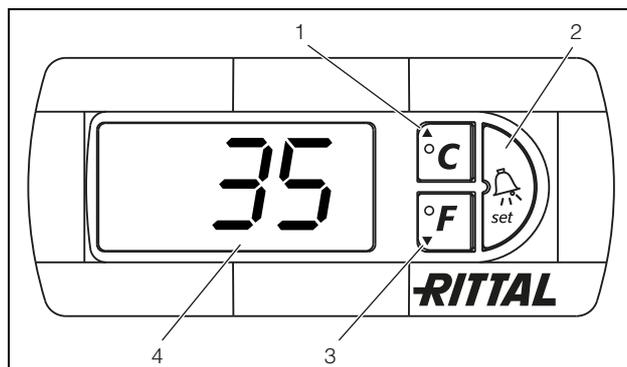

Fig. 17 : Régulateur e-confort
Le régulateur e-confort dispose d'un affichage à 7 segments (fig. 17, n° 4). Après la mise sous tension, il commence par afficher la version actuelle du logiciel pendant env. 2 secondes ainsi que le mode « Eco » activé, puis l'option préréglée (p. ex. t10) ou la température.
La programmation de l'appareil se fait à l'aide des touches 1 – 3 (fig. 17). Les paramètres correspondants sont également visualisés sur l'afficheur.
- Appuyer simultanément sur les touches 1 et 2 (fig. 17) pendant au moins 5 secondes.
Les touches 1, 2 et 3 (fig. 17) vous permettent de modifier 24 paramètres à l'intérieur des plages définies (valeurs limites minimales et maximales).